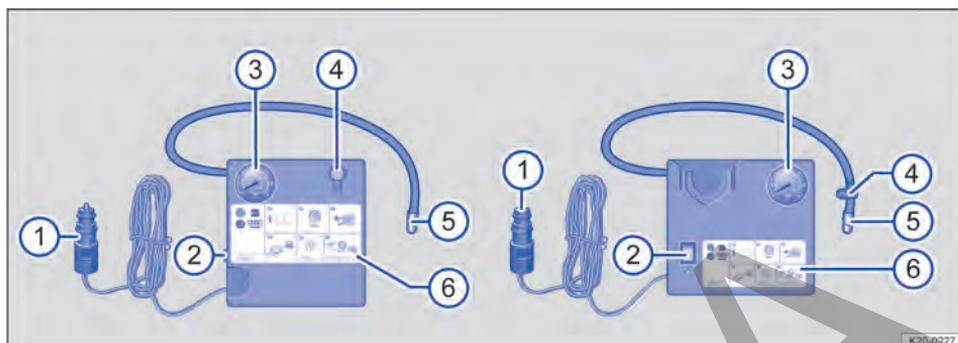

Fig. 216 Representación esquemática: compresor de aire del kit reparapinchazos.
1. Enrosque fijamente el tubo de inflado → fig. 216 ⑤ del compresor de aire en la válvula del neumático.
2. Compruebe que el tornillo de descarga de aire → fig. 216 ④ esté cerrado.
4. Acople el conector de 12 voltios → fig. 216 ① a una toma de corriente de 12 voltios del vehículo → pág. 141.
5. Encienda el compresor de aire con el conmutador de encendido y apagado → fig. 216 ②.
6. Deje el compresor en funcionamiento hasta alcanzar una presión de 2,0 a 2,5 bares (29-36 psi/200-250 kPa) → ⚠️. Tiempo de funcionamiento máximo: 6 minutos → ①.
2. Vuelva a enroscar el tubo de inflado → fig. 216 ⑤ y compruebe la presión del neumático en el indicador de la presión de los neumáticos → fig. 216 ③.